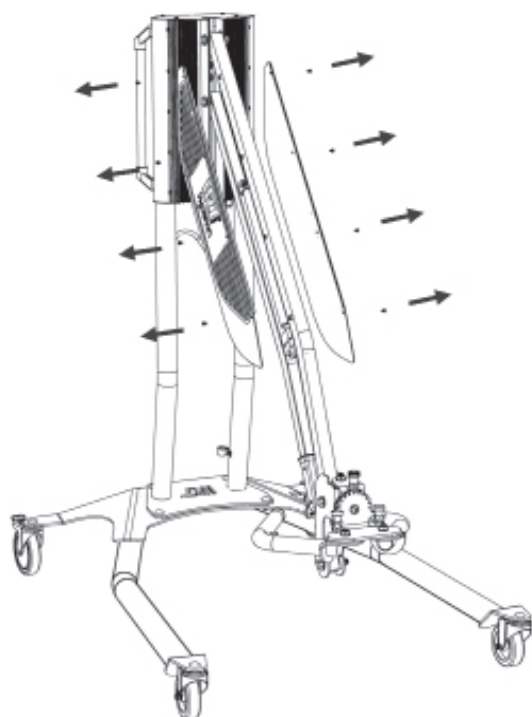

Figure 1
1. Retirez les quatre vis de fixation du couvercle qui se trouve de part et d'autre du bras (figure 1).